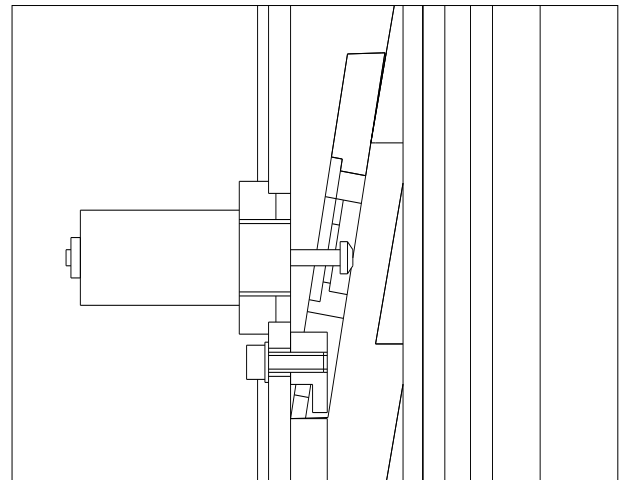

Abb. 33
- ◆ Installieren Sie Sicherheitsvorrichtungen, einschließlich Magnetspule, selbstsichernder Platine und Haken **Abb. 33**.